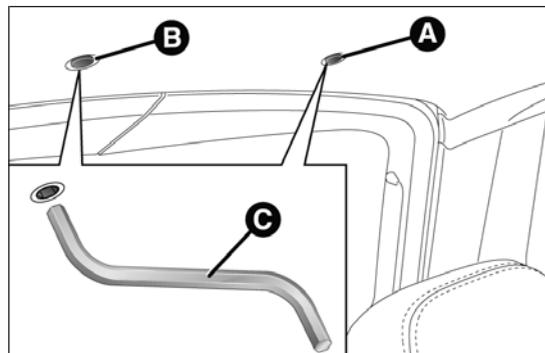

fig. 73
- Actionnement du rideau** : retirer le bouchon de protection A fig. 73 situé sur le revêtement intérieur ;